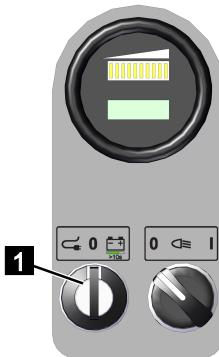

Abb. 68
5. Den Schlüsselschalter (Abb.68/1) auf [ 0 ] drehen.